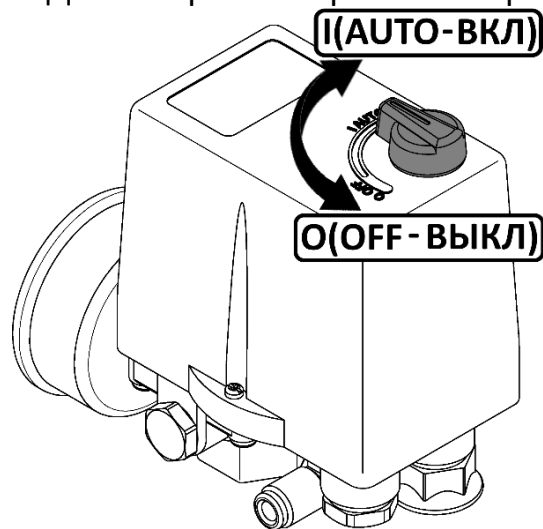

Рисунок 3
- Проверьте, чтобы выключатель на прессостате находился в выключенном положении "OFF" (см. рисунок 3).
- 1 Выключить компрессор выключателем на прессостате. Для этого необходимо переключить выключатель в положение "OFF" (см. рисунок 3). После этого остановится электродвигатель и произойдет сброс давления из нагнетательного воздухопровода и поршневого блока.